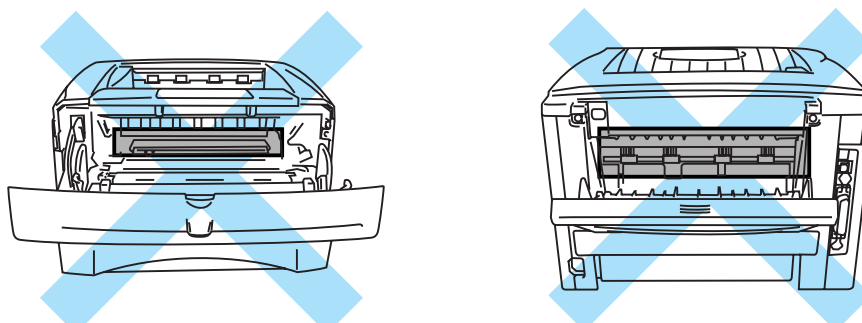

Figure 6-2
- ⚠ Juste après l'emploi, certains composants internes de l'imprimante atteignent une température extrêmement élevée. Quand vous ouvrez le capot avant ou le plateau d'éjection arrière de l'imprimante, vous ne devez en aucun cas toucher les parties qui sont représentées en grisé dans la figure 6-2.